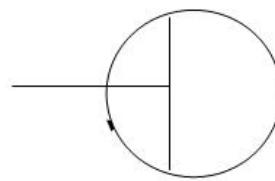
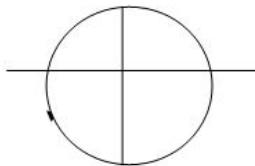

图19 三通处探查示意图
图 20 四通处探查示意图
(8) 管线分支或三通、四通处探测：在上述地方探测信号将有明显的衰减，将探管仪接收机增益提高，再回走5m作环形探测，就可找到分支管线或三通、四通处。见图19、图20。